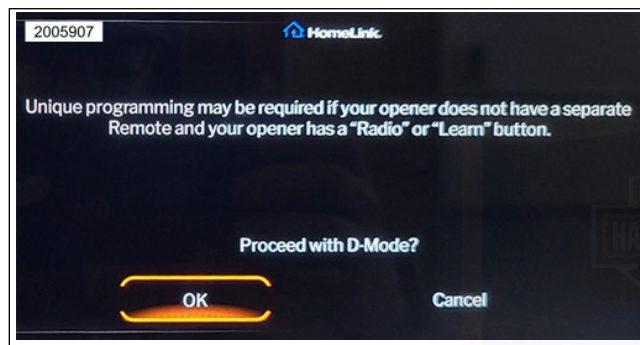

Abbildung 61. Mit dem D-Modus fortfahren
1. Siehe Abbildung 61. Klicken Sie auf „OK“, um fortzufahren.